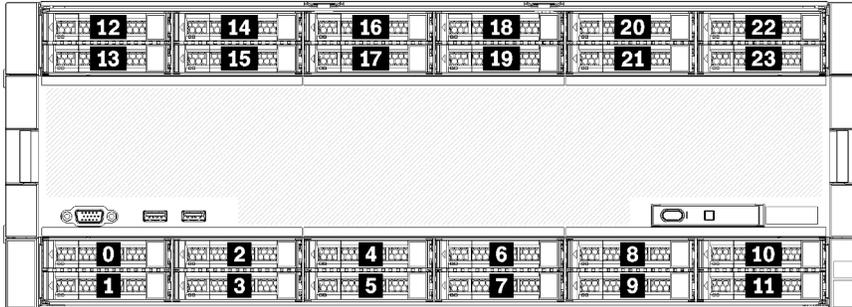

Abbildung 11. Position der Laufwerke
- Die oberen zwei Laufwerke unterstützen Laufwerke mit SAS-, SATA- oder NVMe-Schnittstelle (Lenovo AnyBay). Der Server unterstützt je nach Serverkonfiguration bis zu 12 NVMe-Laufwerke. Die NVMe-fähigen Laufwerkpositionen sind die geradzahigen Positionen, wie dargestellt in Abbildung 11 „Position der Laufwerke“ auf Seite 24.